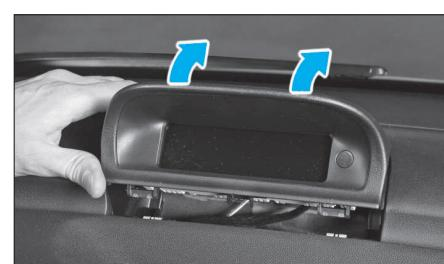

FIG. 26
- Dégager l'écran multifonctions en le faisant pivoter vers le haut (voir mouvement indiqué par les flèches) puis débrancher son connecteur avant de le déposer (**Fig.26**).